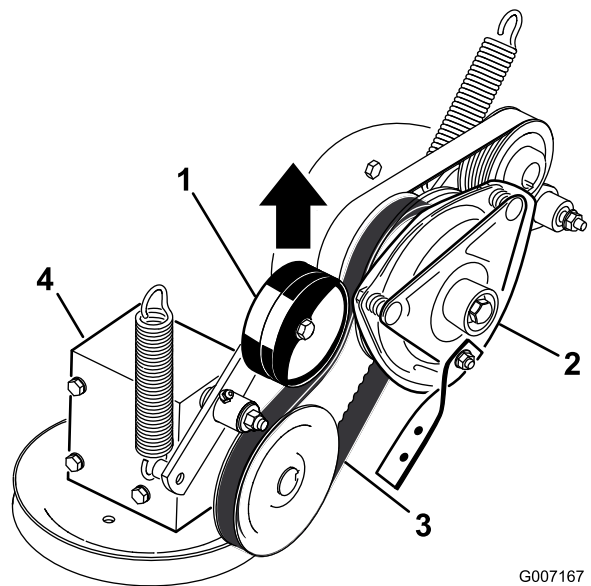

Figure 64
4. Tirez sur la poulie de tension rappelée par ressort de la courroie d'entraînement de PDF et déposez la courroie de la poulie d'embrayage (Figure 64).